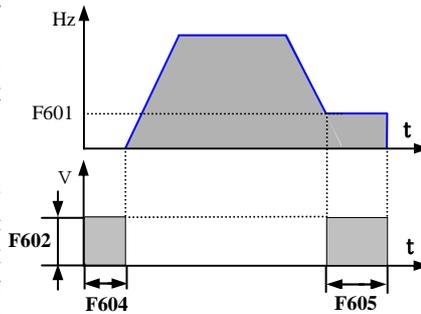

图 5-9 直流制动
• F535, 多泵供水时, 用户使用接水泵的继电器数可在这里查看, 用以验证用户的设置数量是否正确, 如用户想使用 5 个继电器, 而 F535 的显示数值是 4, 则说明有一个继电器未正确设置。注意: 在 1 拖 n ($n \leq 8$)、定时轮换和变频循环 (以后简称轮换) 时, 根据接线规则, 使用的继电器数 n 必须是偶数, 此时如果用户设置使用了单数个继电器, 则在运行时变频器会自动检测出来并显示 “Err3”。如果 $n=2$, 要实现轮换供水, 则必须使用特殊接线方法, 可参考 F2000-P 外围接线图 5-9 和 5-10; $n \geq 4$ 时, 可通过扩展板实现传统方式的轮换控制, 具体接线可参考附录 3: F2000-P 外围接线图。